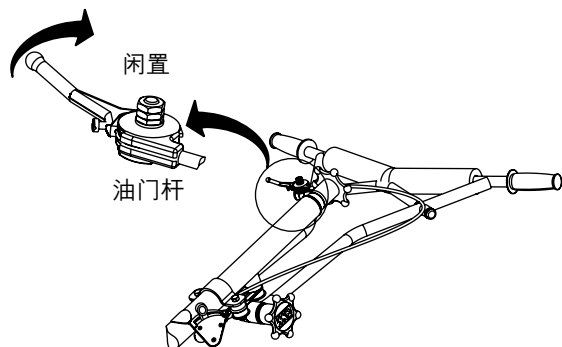

图31. 油门杆（怠速）
1. 将油门杆移动到（图31）“怠速”处，让发动机低速运转三分钟。